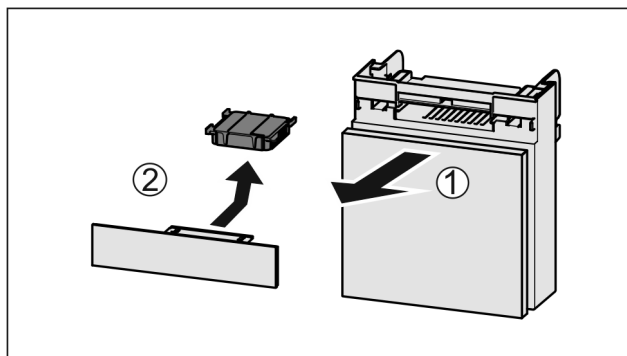

Fig. 182
- Extraire le compartiment par l'avant Fig. 182 (1).
- Sortir le filtre à charbon actif Fig. 182 (2).